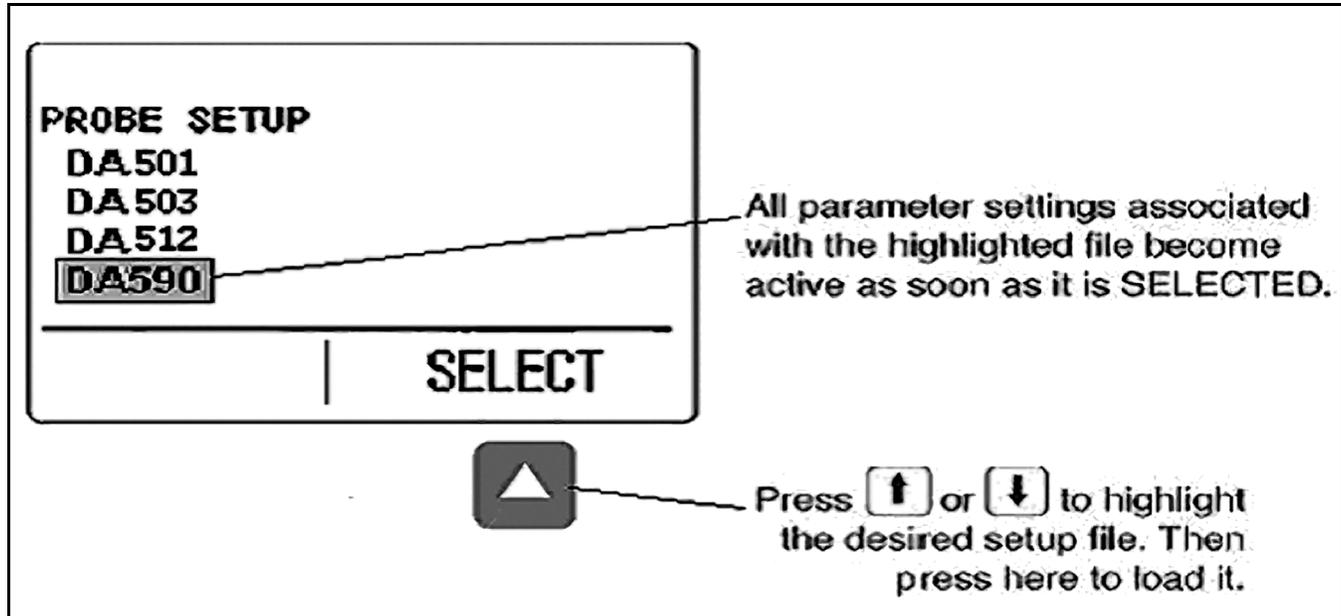

Abbildung 4: Prüfkopf-Setup
- **Prüfkopf-Setup** - Erlaubt dem Benutzer das Laden von gespeicherten Einstelldatensätzen für einen speziellen Prüfkopf (siehe Abbildung *Abbildung 4 auf Seite 11*).